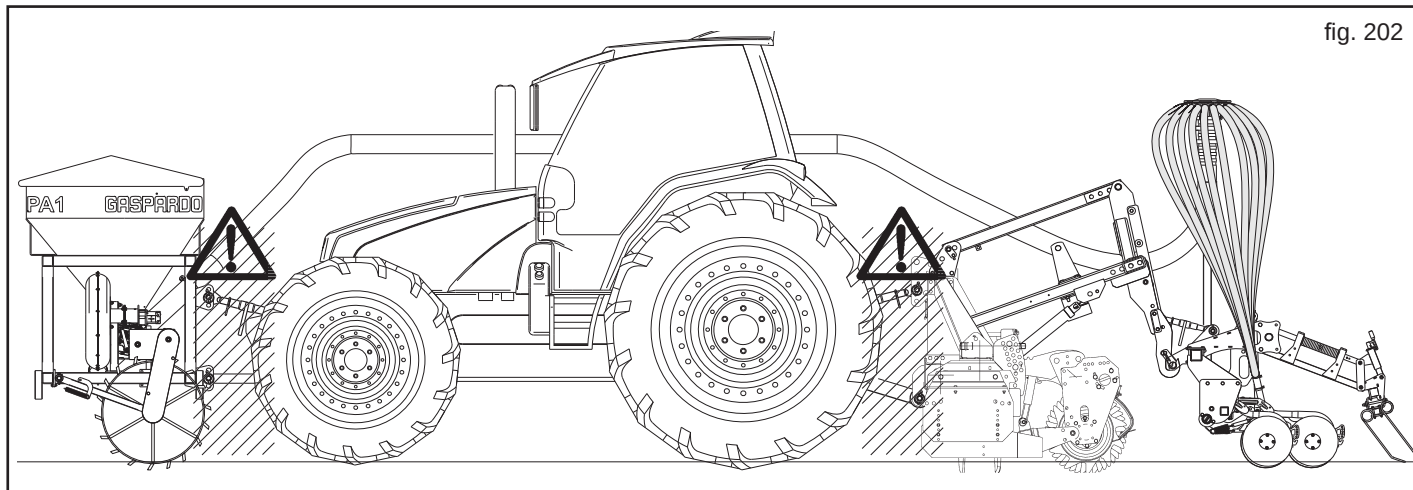

fig. 202
- 5) È assolutamente vietato interporre fra il trattore e l'attacco per manovrare il comando dall'esterno per il sollevamento (Fig. 202).
- 6) È assolutamente vietato interporre tra il trattore e l'attrezzatura (Fig. 202) con motore acceso e cardano inserito. È possibile interporre solo dopo aver azionato il freno di stazio- namento ed aver inserito, sotto le ruote, un ceppo o un sasso di bloccaggio di adeguate dimensioni.